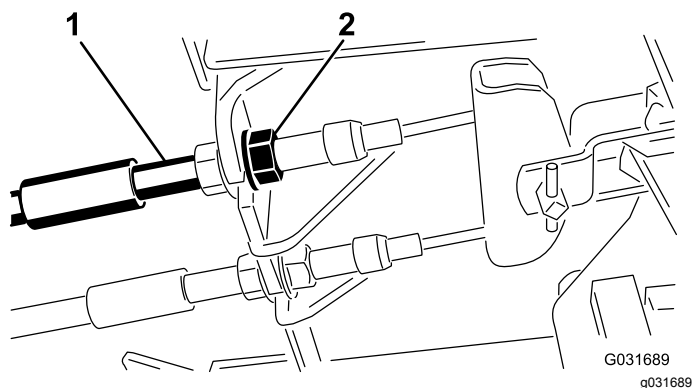

Рисунок 52
1. Чтобы уменьшить свободный ход тормозных педалей, затяните тормоза, ослабив переднюю гайку на резьбовом конце троса тормоза (Рисунок 52).